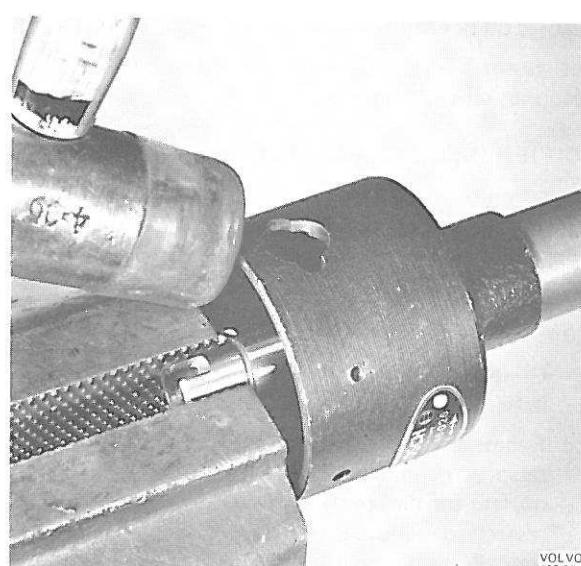

Fig. 3-31. Enlèvement de circlip
3. Décrocher les ressorts du régulateur centrifuge et repérer la position de la came de rupteur par rapport à l'arbre de distributeur. Bloquer la came de rupteur dans un étau à mordaches douces. Frapper avec précaution sur le boîtier de distributeur avec un maillet en plastique, fig. 3-31.